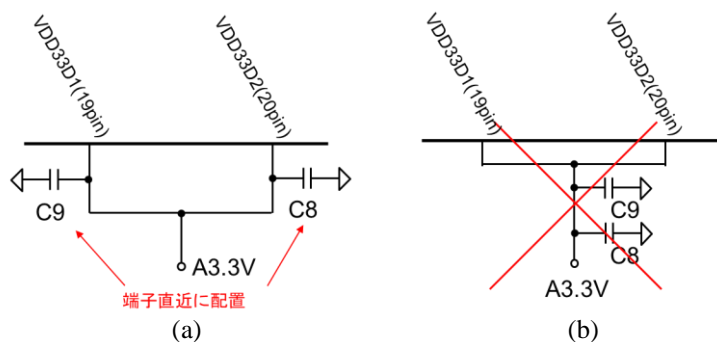

Figure 2-5 DC-DC コンバータの電源供給端子のデカップリングコンデンサの接続例
- Figure 2-5 に DC-DC コンバータの電源供給端子のデカップリングコンデンサの接続例を示します。(a) に示すように、デカップリングコンデンサは電源供給端子の直近に配置して下さい。